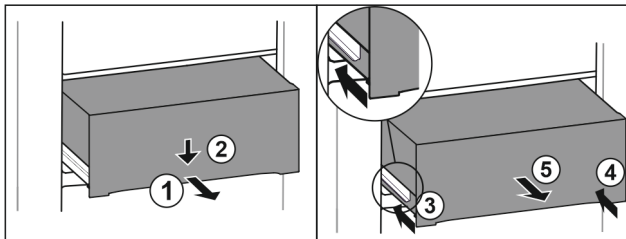

Fig. 120
- Trekk skuffen ut halvveis. Fig. 120 (1)
- Skyv skuffen foran nedover. Fig. 120 (2)
- Sett inn den venstre skinnen ca. 2 cm. Fig. 120 (3)
- Sett inn den høyre skinnen ca. 2 cm. Fig. 120 (4)
- Ta ut skuffen framover. Fig. 120 (5)